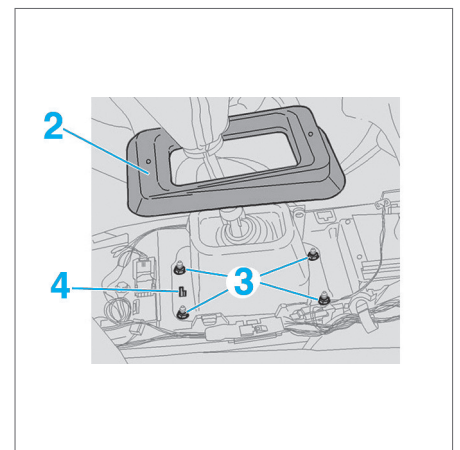

Fig. 8
- le joint (2) (Fig.8),
- les écrous de fixation (3),
- l'agrafe (4),